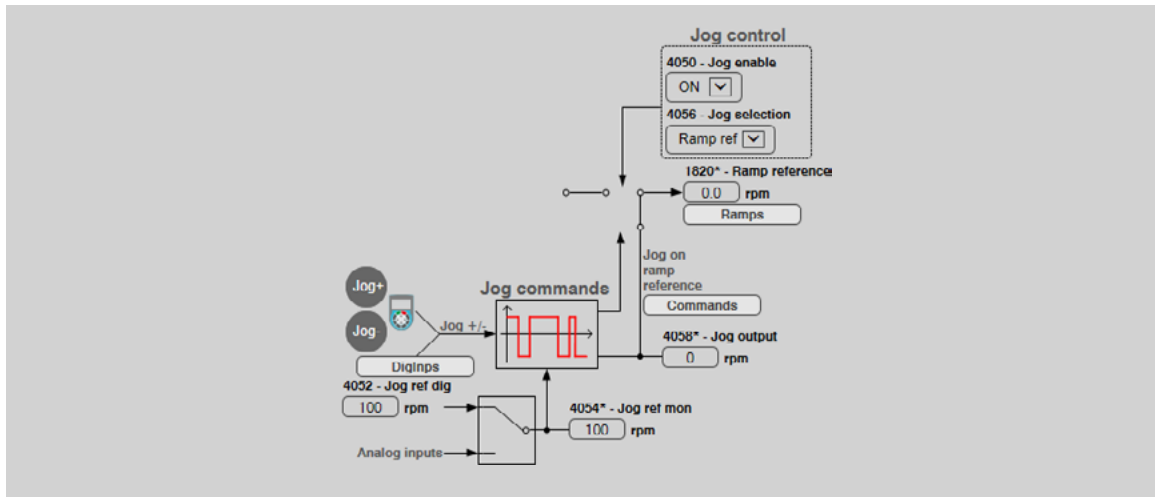

Figura 6-82: Gestione dei riferimenti di **Jog Selection = Ramp Ref**
Se IPA 4056-**Jog selection** è settato come **Ramp ref** l'uscita **Jog output** agisce direttamente a valle della catena del riferimento di rampa e tutti i contributi precedenti (**Ramp ref 1 mon**, **Ramp ref 2 mon**, **Multi speed**, **Motopotenziometro** e **Test generator**) vengono bypassati (vedi figura 6-82). In tal caso l'uscita del Jog agisce direttamente su **Ramp reference** ed è quindi sottoposta all'azione della funzione rampa.